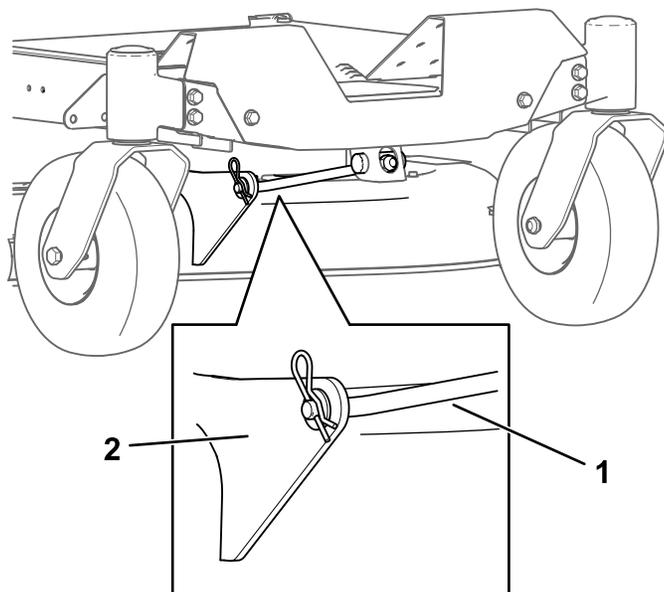

Рисунок 72
4. Снимите шплинт с переднего опорного стержня и снимите стержень с кронштейна деки (Рисунок 72).
- Прикрепите передний опорный стержень к деке газонокосилки с помощью шплинтуемого штифта и шплинта (Рисунок 72).